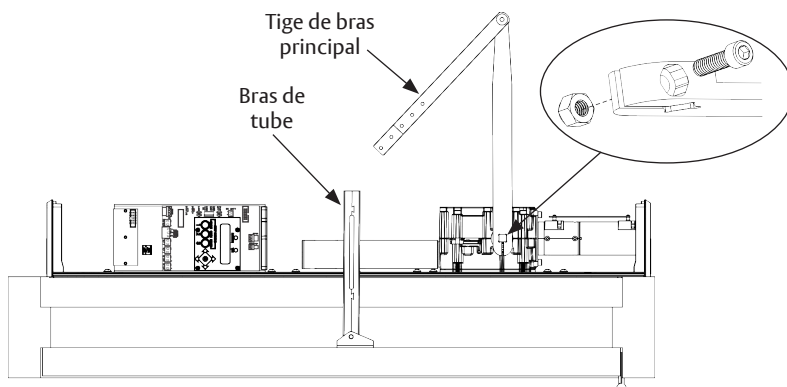

Figure 12 Vue : En regardant vers le haut depuis le sol
1. À l'aide d'une clé hexagonale, fixez le bras principal au pignon inférieur avec une vis et un écrou. (Figure 12)
2. Glisser la tige du bras principal dans le bras du tube. (Figure 12)